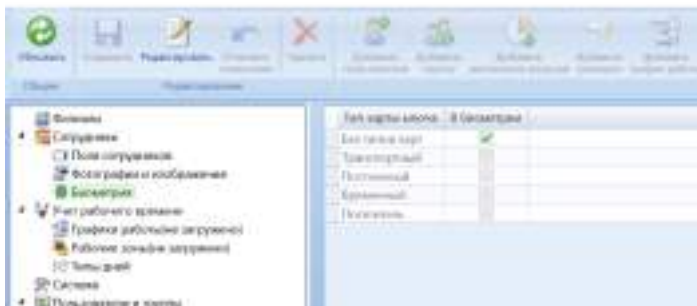

Рис. 13. Настройка распознавания без использования типов карт сотрудников
2. В разделе «Биометрия» через кнопку «Редактировать» поставьте флажок напротив «Без типов карт», если на вашем объекте нет разделения типов карт сотрудников, то выберите нужный тип ключа который будет использоваться для биометрии (рис. 13). Если вы используете один ключ для сотрудника (без типа карт), то в настройках биометрии выбирайте «Без типа ключа». Если вы используете несколько ключей для сотрудника, например Карта и Мобильный идентификатор, то желательно основному ключу присваивать Тип, который и следует выбрать при настройках биометрии.
6. Если сотруднику не присвоен ключ, то нажмите кнопку «Сгенерировать». Проверьте, чтоб в поле «Тип карты» был указан ключ, который был выбран для использования биометрии (см. рис.13).